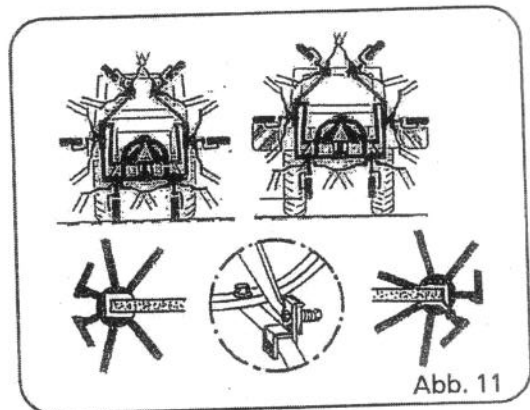

Abb. 11
4. **je 2 Zinkenarme der beiden äußeren Kreisel einschwenken und Kreisel gegen Drehen sichern (Abb. 11, Pos. E).**